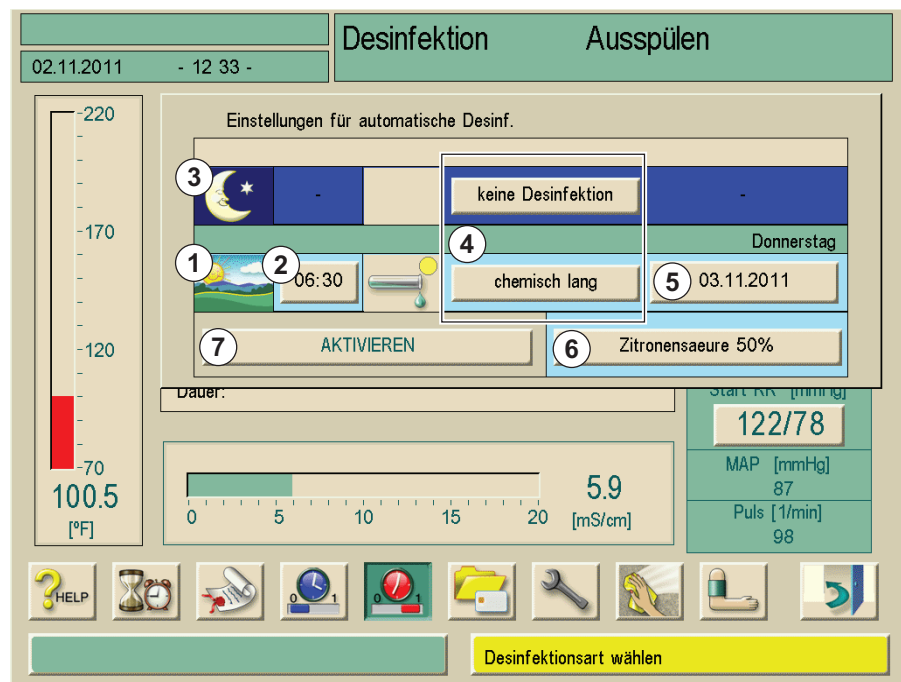

Abb. 8-7 Bildschirm „Desinfektion“
1. Taste für Desinfektionsmethode berühren (4, Abb. 8-7).
3. Gewünschte Einschaltzeit eingeben (2, Abb. 8-7).
4. Taste „Aktivieren“ berühren (7, Abb. 8-7).